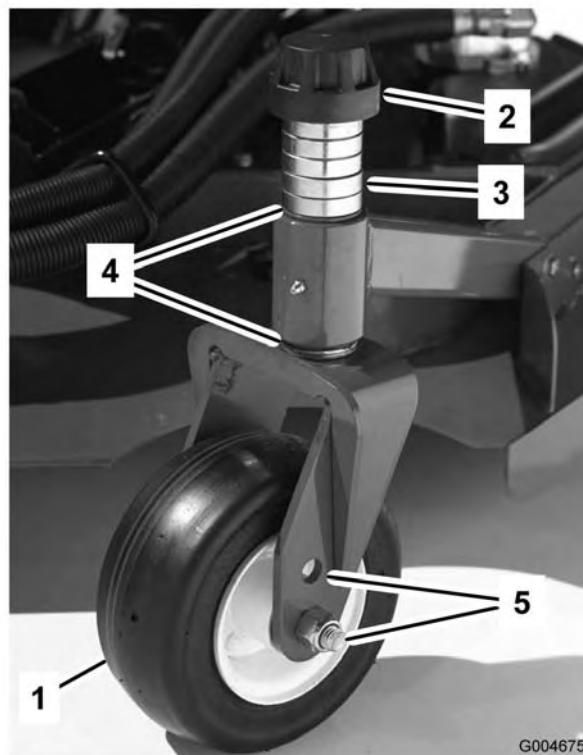
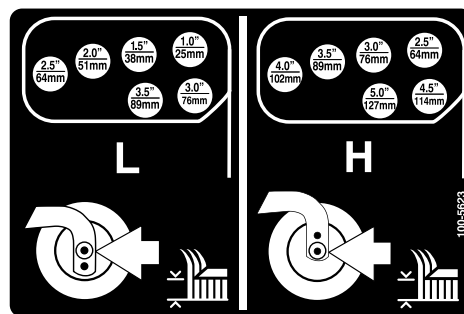
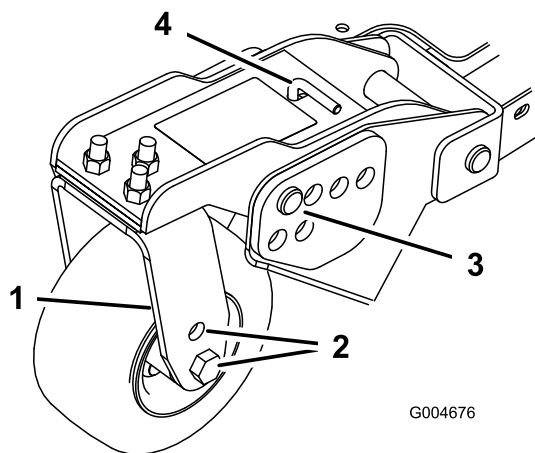

Figura 18
Figura 21
Figura 20
1. Coloque los ejes de las ruedas giratorias en el mismo taladro en todas las horquillas (Figura 18 y Figura 20). Consulte en la tabla siguiente el taladro correcto para cada altura.
2. Retire el casquillo tensor del eje (Figura 18) y deslice el eje fuera del brazo de la rueda giratoria. Coloque los dos suplementos
4. Retire el pasador de horquilla y las chavetas de los brazos de pivote de las ruedas giratorias (Figura 20).
5. Gire la varilla tensora para elevar o bajar el brazo de pivote hasta que los taladros estén alineados con los taladros seleccionados del soporte de ajuste de la altura de corte en el bastidor de la unidad de corte (Figura 20 y Figura 21).